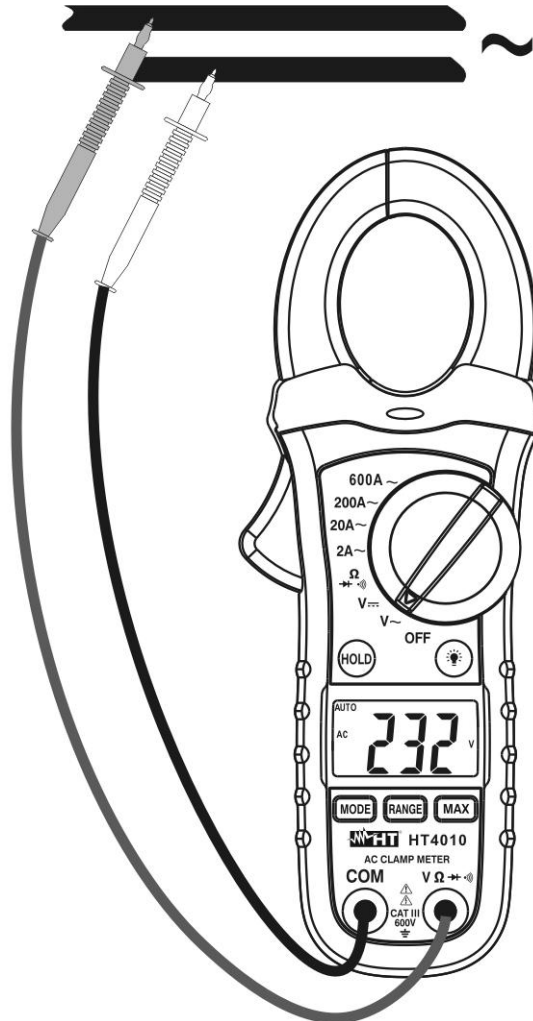

Fig. 3: Uso da pinça para medição de Tensões CA
4. Inserir o cabo vermelho no terminal de entrada $V\Omega \rightarrow (+)$ e o cabo preto no terminal de entrada **COM** (ver Fig. 3)